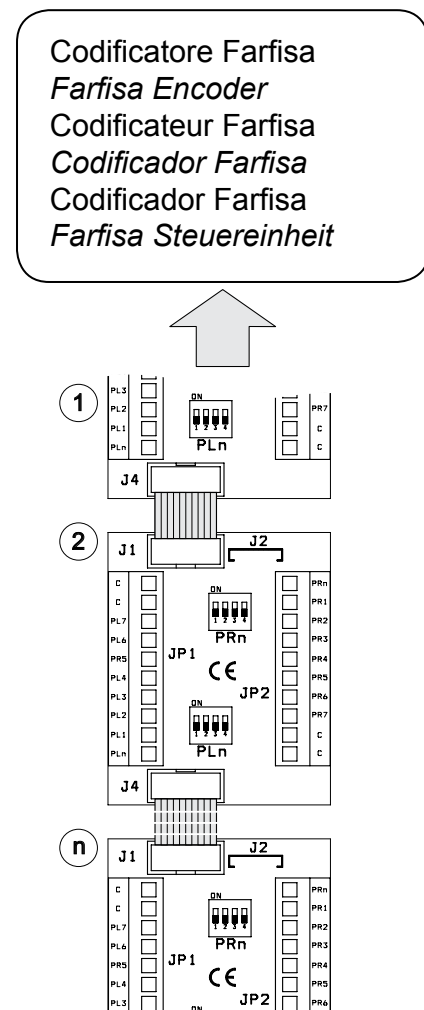

fig. 2
- Collegare un'eventuale seconda scheda alla prima utilizzando il connettore J4 della prima e J1 della seconda (fig.2).
- Collegare in maniera analoga le eventuali ulteriori schede XT2928U presenti nell'impianto (fig.2).
- Conectar una eventual segunda tarjeta a la primera utilizando el conector J4 de la primera y J1 de la segunda (fig.2).
- Conectar de manera análoga las otras posibles tarjetas XT2928U presentes en la instalación (fig.2).
- Connect an eventual second board to the first using the connector J4 of the first board and J1 of the second one (fig.2).
- Connect in a similar way the eventual other boards XT2928U if present in the system (fig.2).
- Conectar uma eventual segunda placa à primeira utilizando o conector J4 da primeira e J1 da segunda (fig.2).
- Conectar de maneira análoga a outras eventuais placas XT2928U presentes no sistema (fig.2).
- Raccorder une éventuelle seconde carte à la première en utilisant le connecteur J4 de la première et J1 de la seconde (fig.2).
- Brancher de manière analogue les éventuelles autres fiches XT2928U présentes dans l'installation (fig.2).
- Eine eventuelle zweite Baugruppe mit der Ersten unter Verwendung von Steckverbinder J4 der ersten Karte und J1 der Zweiten (Abb. 2) verbinden.
- Weitere Karten XT2928U Baugruppen können entsprechend angeschlossen werden (Abb. 2).